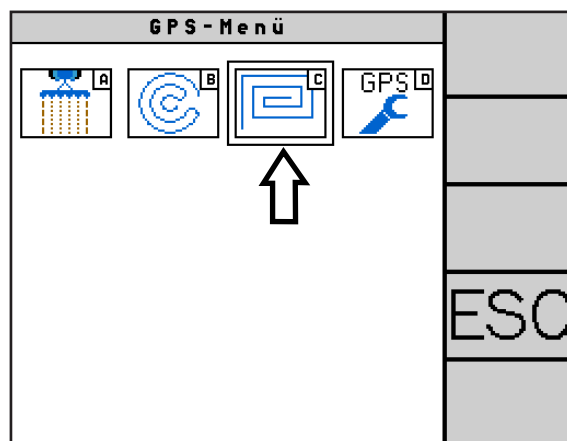

Abb. 168: Modus „Multispur“ wählen
Wählen Sie im GPS-Menü „Multispur“ (C) (siehe Abb. 168).